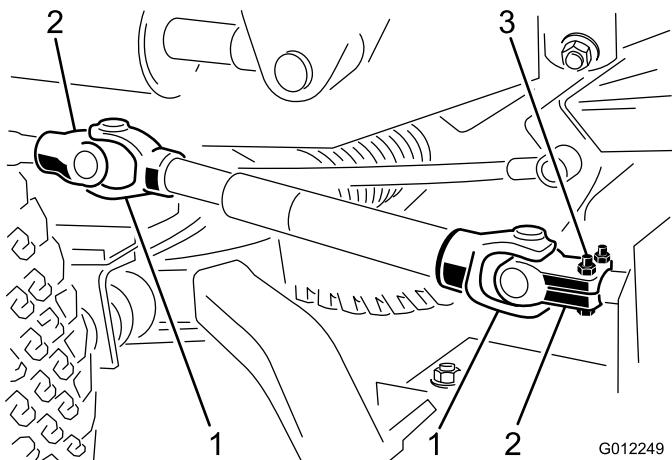

Figura 8
1. Alinee los taladros de la horquilla y del eje primario de la caja de engranajes. Deslice la horquilla sobre el eje y sujetela los dos componentes con un pasador cilíndrico y 2 tornillos de caperuza (5/16 x 1-3/4 pulgadas) y contratuercas (5/16 pulgadas) (Figura 8).